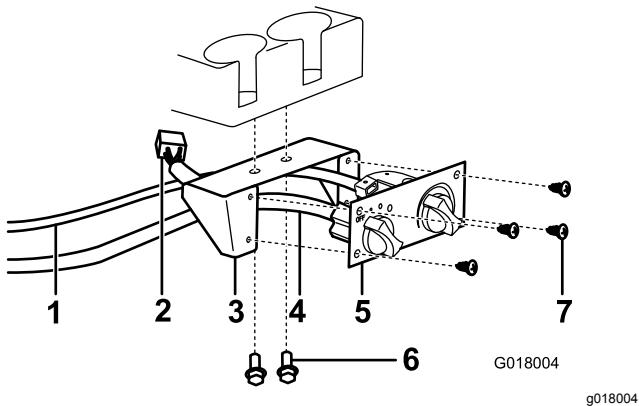

Figura 23
5. Fissate il supporto del comando del riscaldatore al cruscotto sotto i portabicchieri con 2 bulloni a testa flangiata e dadi (Figura 23).
cablaggio preassemblato bianco al riscaldatore (Figura 23).
7. Fissate il comando del riscaldatore al relativo supporto utilizzando 4 viti per lamiera (Figura 23).